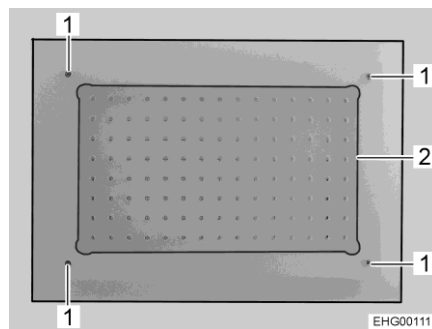

Fig. 316 Plafonnier
- Dévisser les 4 vis (Fig. 316,1).
- Retirer la plaque en verre (Fig. 316,2) sur laquelle des DEL sont fixées.
- Mettre la nouvelle plaque en verre avec les DEL en place et la fixer avec 4 vis (Fig. 316,1).